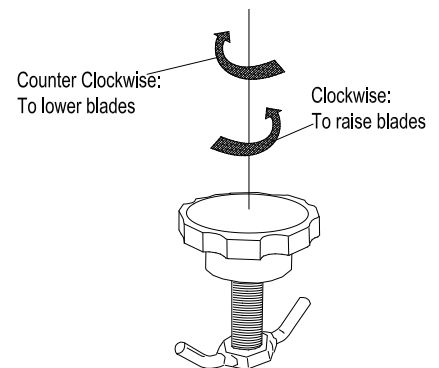

Fig. 3
**RÉGLER LA PROFONDEUR DE LA LAME :** La profondeur des lames peut être levée ou abaissée en tournant le bouton situé sur le haut du levier de réglage. Les lames sont abaissées en tournant le bouton dans le sens antihoraire et élevées en tournant le bouton dans le sens horaire. La profondeur relative des lames peut être jaugée à l'aide de l'échelle de profondeur située sur le coin avant droit de la base du moteur. (Voir la Fig. 3)
**PLIER LA POIGNÉE :** L'appareil est muni d'une poignée supérieure repliable pour faciliter le rangement et le transport. La poignée peut être pliée en glissant les boucles de verrouillage de la poignée vers le haut (28). Cela dégage la poignée supérieure, lui permettant d'être repliée sur la machine.